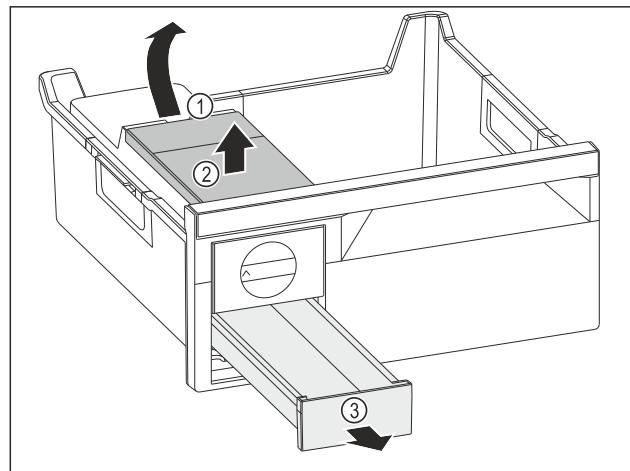

Fig. 144
- Извлеките бак для воды: Поднимите бак для воды за выемку Fig. 144 (1).
► Извлеките бак для воды Fig. 144 (2) движением вверх.
► Извлеките выдвижной ящик для кубиков льда Fig. 144 (3) движением вперед.